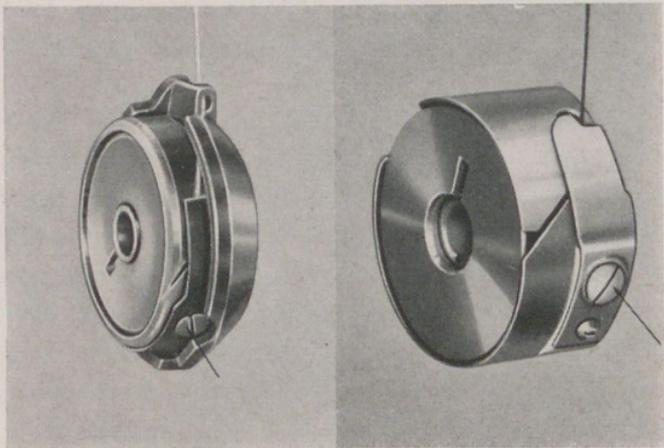

BILD 23
## **2. Unterfadenspannung (Bild 23)**
*I. Typ A: Rundgreifer ohne Brille (rechts in Bild 23)*
*II. Typ B: Rundgreifer mit Brille (links in Bild 23)*